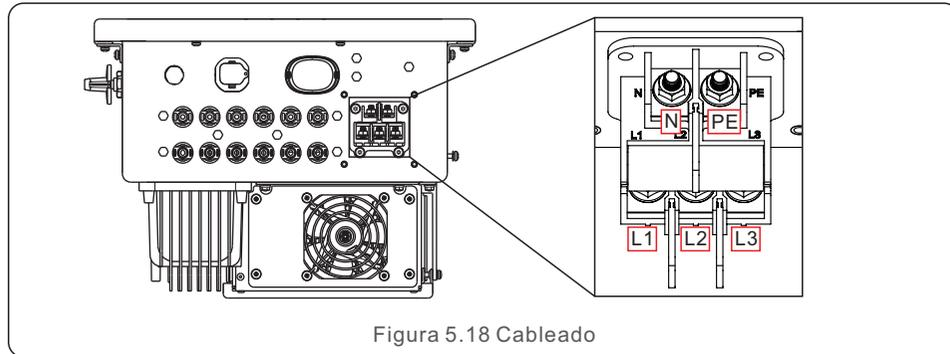

Figura 5.18 Cableado
5. Introduzca el cable a través de la tuerca, la funda y la tapa del terminal de CA. Conecte el cable al bloque de terminales de CA por turnos, utilizando una llave tubular. Apriete los tornillos del bloque de terminales. El par de apriete es de 3~4 Nm (como se muestra en la Figura 5.18).